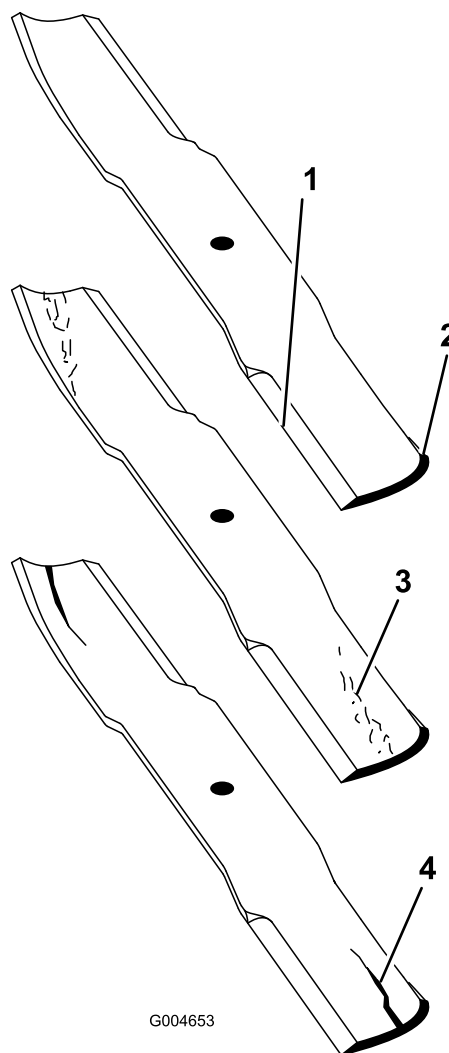

Figura 131
2. Examine cuidadosamente los extremos de corte de la cuchilla, sobre todo en el punto de reunión entre la parte plana y la parte curva de la cuchilla (Figura 131).
Nota: Puesto que la arena y cualquier material abrasivo pueden desgastar el metal que conecta las partes curva y plana de la cuchilla, compruebe la cuchilla antes de utilizar el cortacésped. Si se aprecia desgaste (Figura 131), cambie la cuchilla.